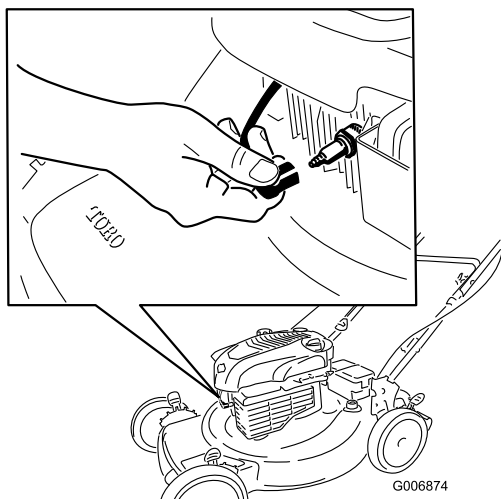

Figure 20
2. Débranchez la bougie et accrochez-la à la borne de retenue (Figure 20) avant d'entreprendre tout entretien.